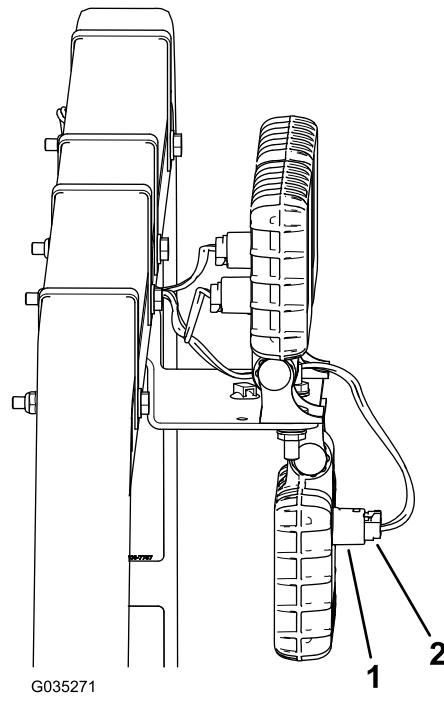

Рисунок 6
4. Подсоедините три разъема жгута проводки к трем отверстиям в трех светодиодных рабочих осветительных приборах (Рисунок 6).